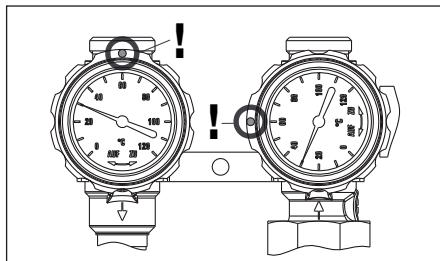

Fig. 6.14 Posizione valvola a sfera riempimento
- Posizionate le valvole a sfera della stazione solare come rappresentato nella fig. 6.14 (Posizione ad angolo delle maniglie dei termometri: nella mandata: 0°, ritorno: 90°)